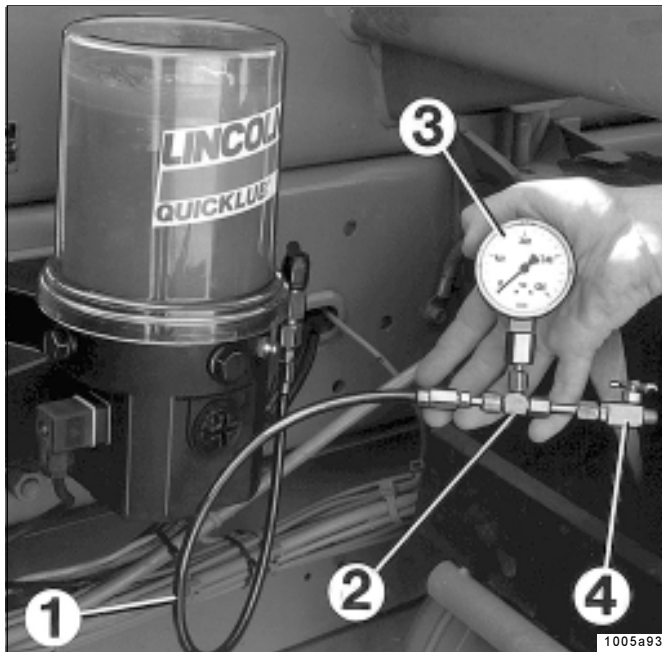

Fig. 30: Vérifier la soupape de sûreté
- * Raccorder le manomètre (0-600 bars) à la soupape de sûreté (Fig. 30).